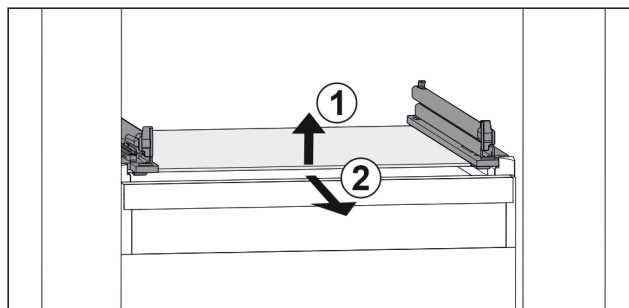

Fig. 25 Примерное отображение стеклянной пластины
- ▶ Приподнимите стеклянную пластину спереди. Fig. 25 (1)
- ▶ Извлеките стеклянную пластину движением вперед. Fig. 25 (2)